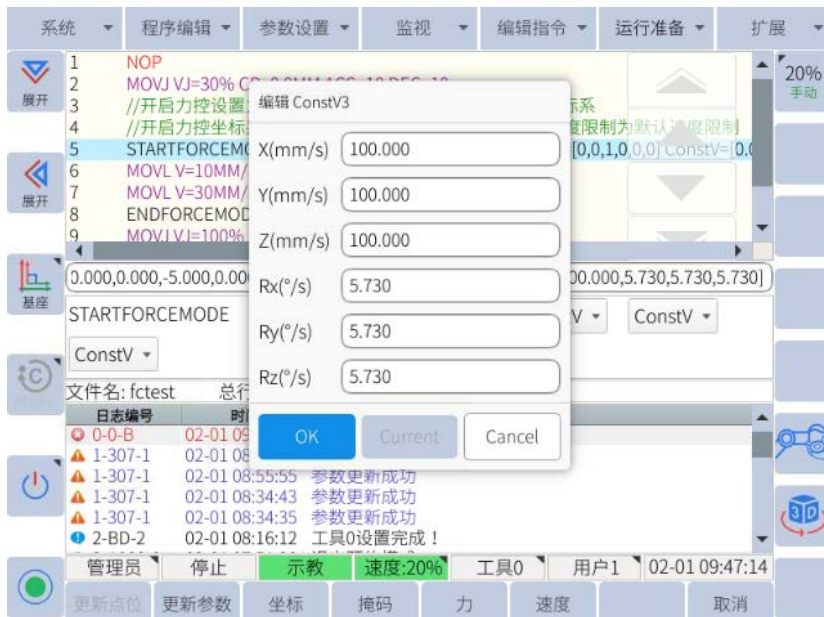

图 6-52 :设置当前力控坐标系下各力控方向的最大速度
- 通过点击**速度**按钮设置当前力控坐标系下各个力控方向的速度最大值，如图6-52所示（默认为最大速度，x、y、z的单位为mm/s，Rx、Ry、Rz的单位为°/s）：